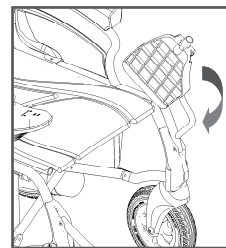
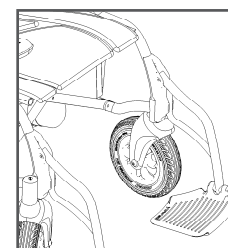

Abbildung 11
Abbildung 12
- Nutzung der Fußablage: Wenn der elektrische Rollstuhl über eine Fußablage verfügt, drehen Sie diese von der Position in Abbildung 11 in die Stellung in Abbildung 12, entlang der Drehachse. Achten Sie darauf, dass sie in die Rille im Kunststoffteil einrastet und öffnen Sie das Pedal. Wenn Sie die Fußablage wieder zurückschlagen möchten, gehen Sie in umgekehrter Reihenfolge vor. (Hinweis: Die Funktion ist nur bei Modellen mit einer Fußablage möglich.)